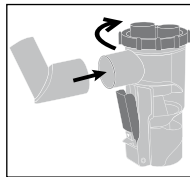

Bild 3
- Schrauben Sie das Oberteil vorsichtig im Uhrzeigersinn wieder auf, um den Behälter zu verschließen. Kontrollieren Sie, ob die beiden Teile richtig verschraubt sind (Bild 3).
- Stecken Sie den Winkeladapter seitlich auf den Stutzen der Verneblereinheit (Bild 3).